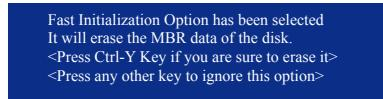

图2
6. 接着出现以下信息时，按<Ctrl>+<Y>键选择清除主开机记录，或是按其他键忽略此选项。接下来将出现如图2的画面。